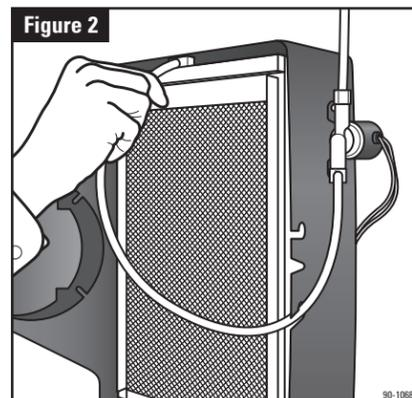

Figure 2
6. Réinstallez l'ensemble d'évaporation dans sa base, en vous assurant que le bas de l'élément d'élimination des dépôts (6) repose fermement contre la partie intérieure de la tubulure de raccordement du drain (9). Réinsérez le tube d'alimentation dans le plateau de distribution de l'eau. (Reportez-vous à la figure 2). Remettez le couvercle en place. Si la plaque signalétique (11) est à l'envers, retirez-la en comprimant légèrement les languettes sur la plaque signalétique à partir de l'intérieur du couvercle et en tirant vers l'extérieur. Pivotez la plaque signalétique afin qu'elle soit à l'endroit et enclenchez-la en place à nouveau. Tournez la manette du registre (8) en position ouverte « WINTER » (hiver) pour la saison de chauffage, ou en position fermée « SUMMER » (été) pour la saison de refroidissement.